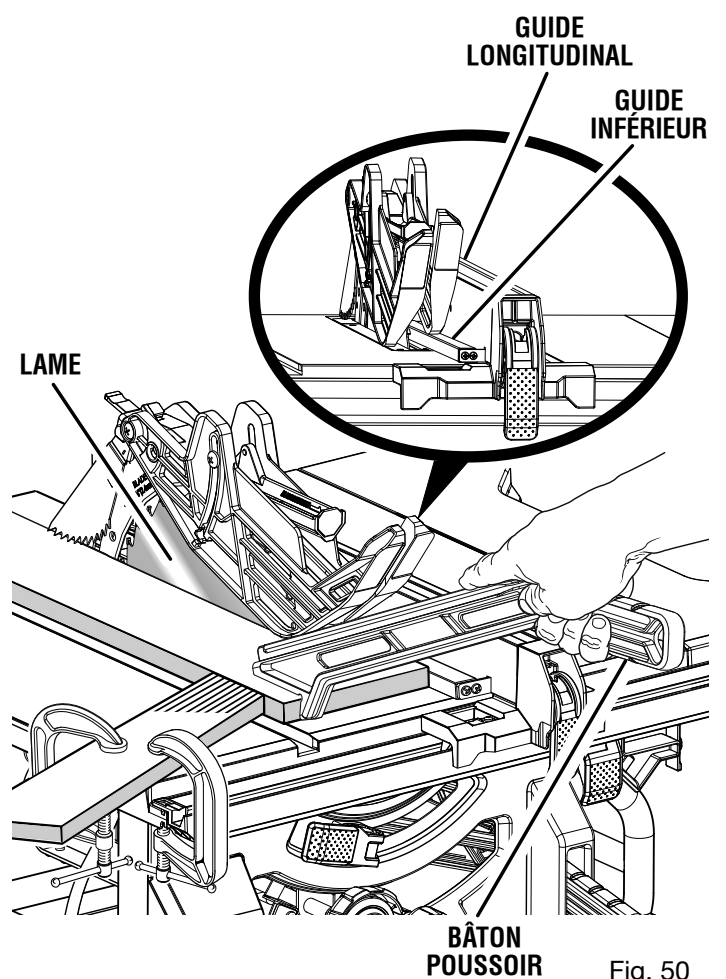

Fig. 50
**NOTE :** L'opération de coupe illustrée à la figure 50 positionnera en résultat la pièce sauvegardée entre le guide longitudinal et le côté droit de la lame. Alternativement, il est possible de placer le guide longitudinal et la partie large de la pièce à travailler sur le côté droit de la lame, ce qui placera la pièce sauvegardée sur la gauche.